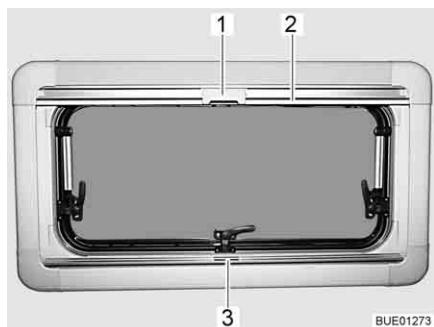
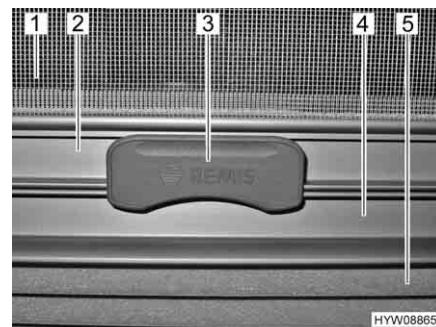

Fig. 36 Finestra apribile
Fig. 37 Aggancio
La tendina oscurante pieghevole (Fig. 37,5) è montata nella cassetta inferiore.
- Afferrare la tendina oscurante pieghevole per la parte centrale della barra di presa (Fig. 36,3 e Fig. 37,4), tirarla dal basso verso l'alto e rilasciarla nella posizione desiderata. La tendina oscurante pieghevole rimane in questa posizione.
La zanzariera a rullo (Fig. 37,1) è montata nella cassetta superiore.
- Tirare la zanzariera a rullo accompagnandola con la barra di presa (Fig. 36,2 e Fig. 37,2) verso il basso, fino a quando la barra di presa non arriva a contatto con la tendina oscurante pieghevole (Fig. 37,4).
- Bloccare l'aggancio (Fig. 36,1 e Fig. 37,3) della zanzariera a rullo nella barra di presa della tendina oscurante pieghevole. Se l'aggancio risulta bloccato, la tendina oscurante pieghevole e la zanzariera a rullo possono essere spostate insieme.
- Premere in alto l'aggancio (Fig. 37,3) sulla zanzariera a rullo.
- Ricondurre lentamente la zanzariera a rullo accompagnandola con la barra di presa (Fig. 36,2).